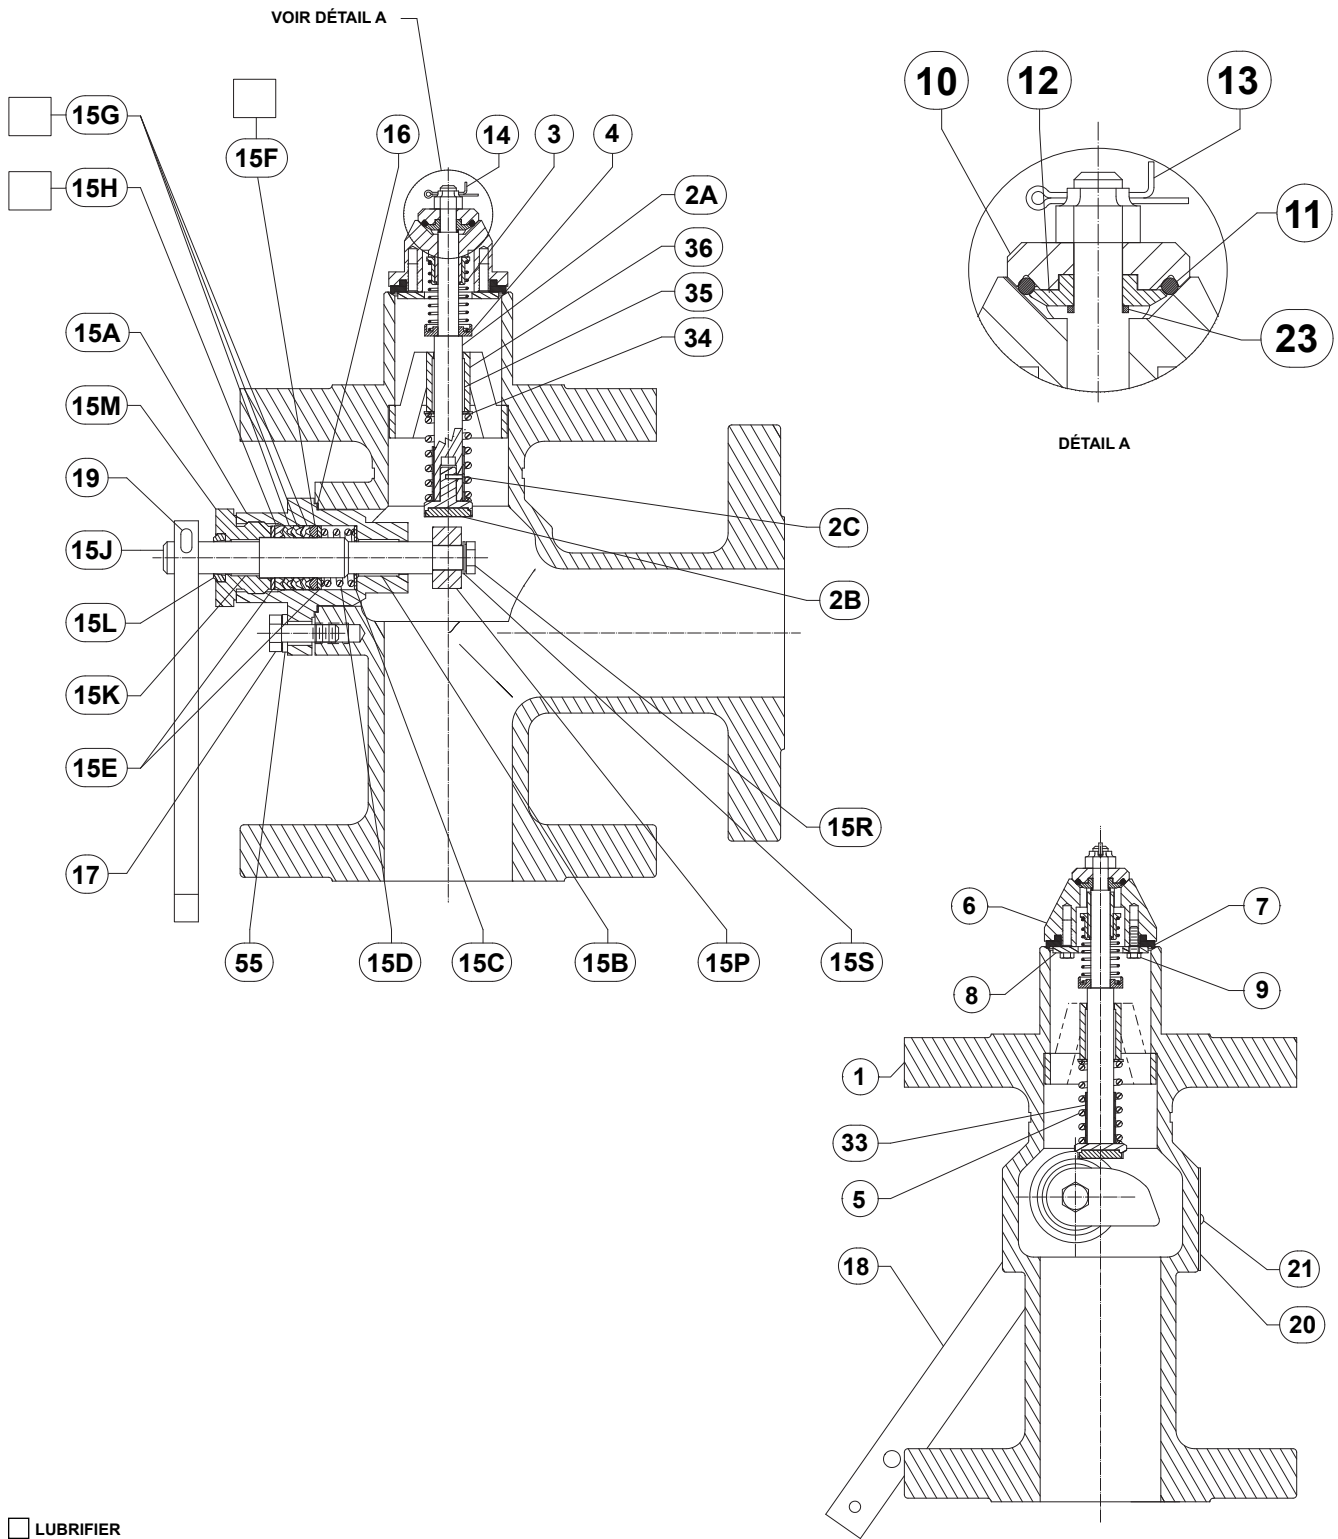

Figure 6. Assemblages Tapez C891 typiques
2. Retirer la goupille fendue (n° 14, Figure 6) et desserrer l'écrou hexagonal (n° 13).